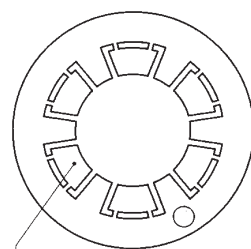

Fig. 4/a
2.9.1 Kit condotti separati (fig. 4)
Il kit condotti separati cod. 8089905 viene fornito con il diaframma aspirazione che deve essere impiegato, in funzione della perdita di carico massima consentita in entrambi i condotti, come indicato in fig. 4/a.